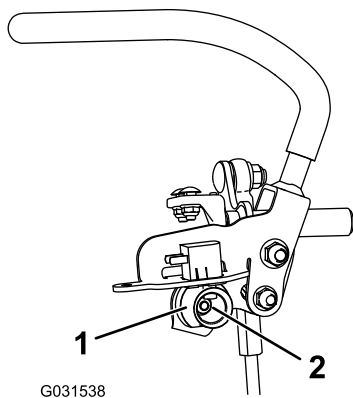

Рисунок 76
6. Ослабьте гайку, удерживающую кулачок (Рисунок 76).